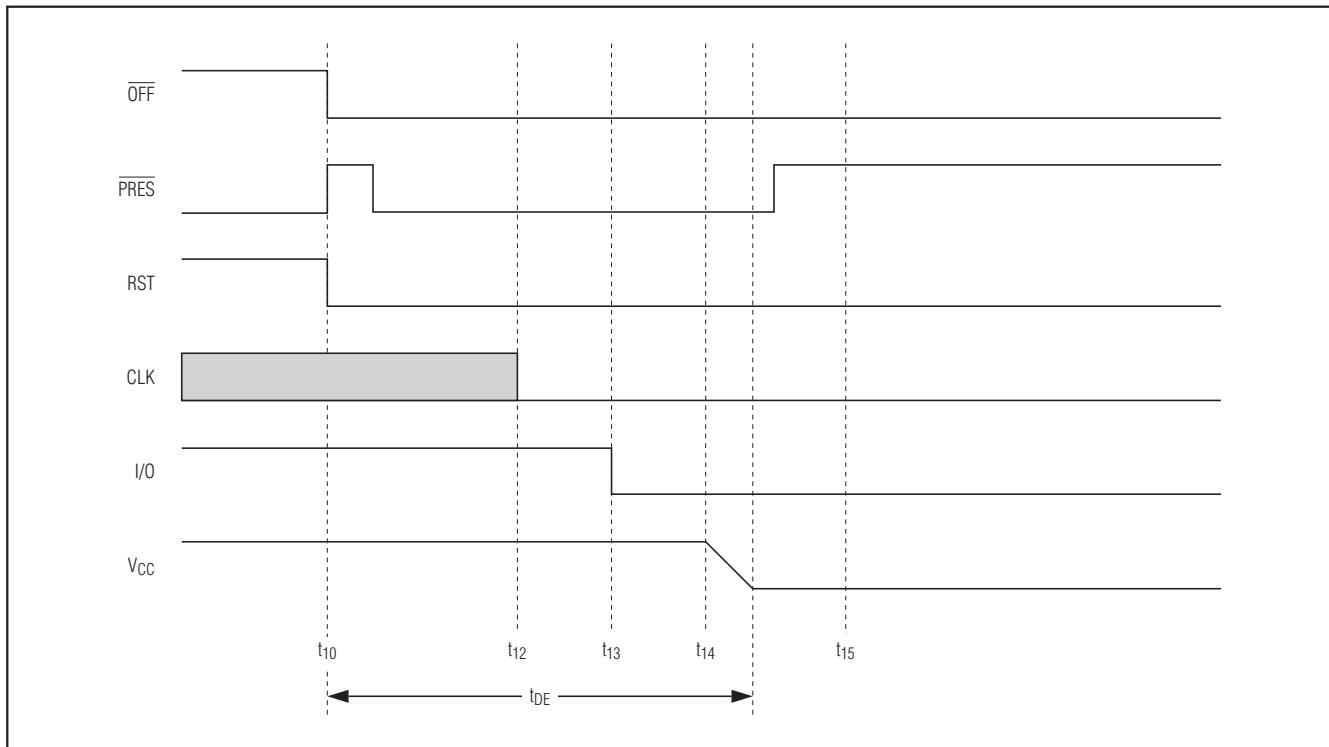
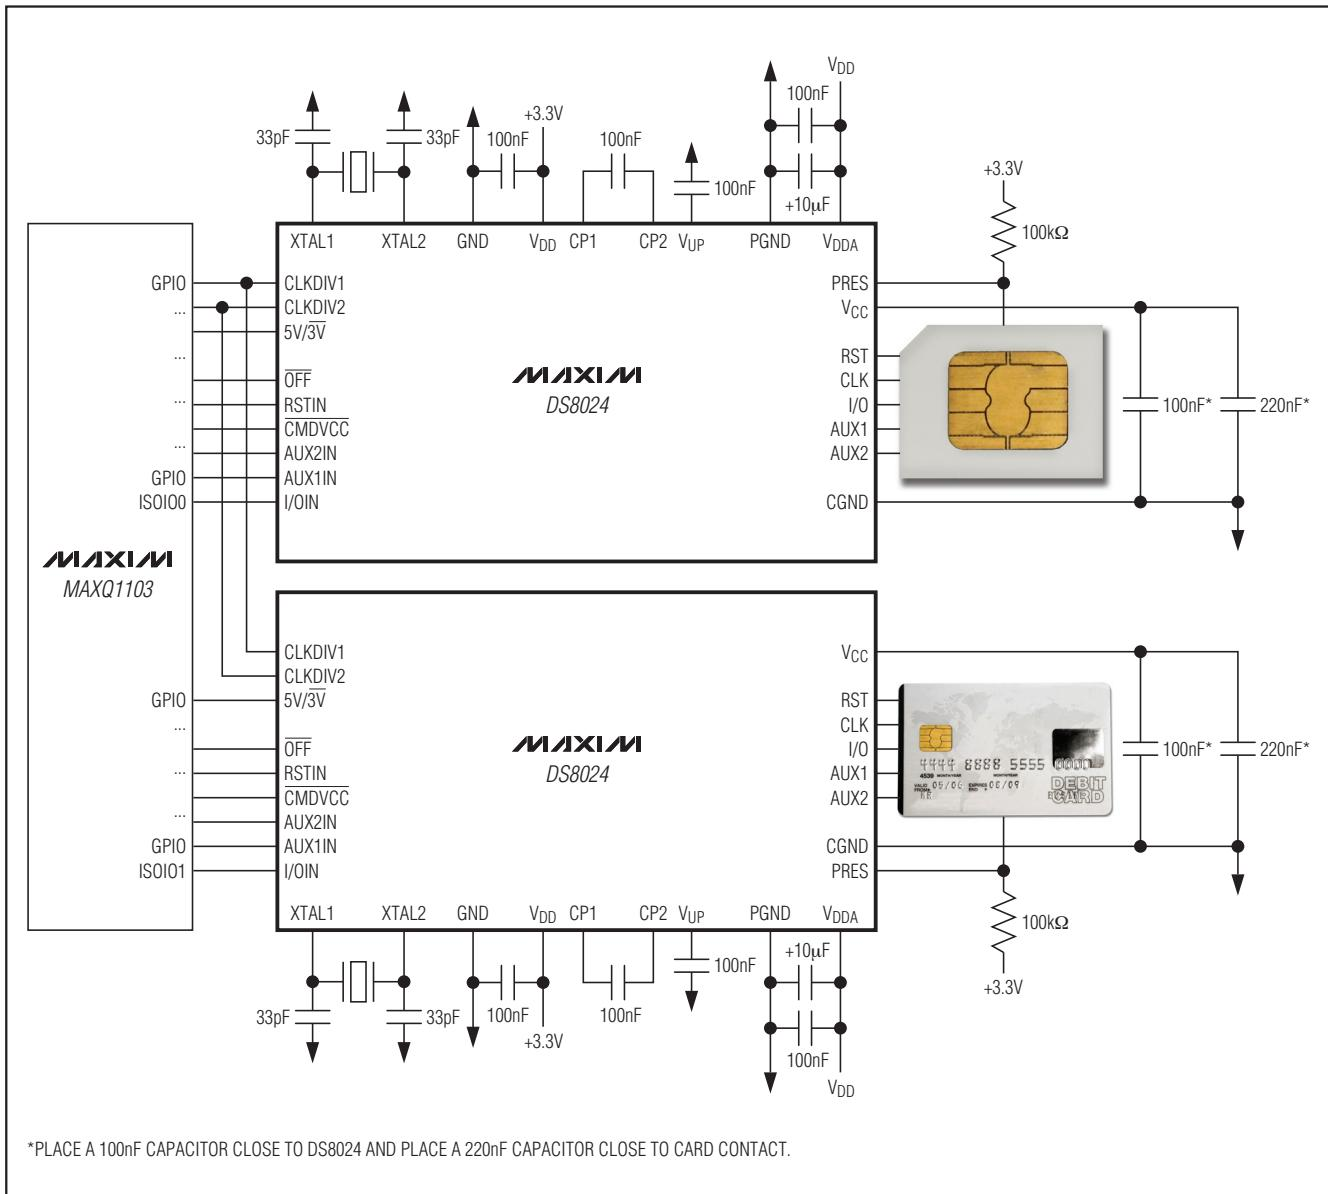

图7. 紧急去激活时序(拔出卡)
图8. 典型应用原理图
DS8024晶振在器件上电时开始运行。如果使用晶振或XTAL1上的时钟脉冲是稳定的，时钟脉冲在t₄时间作用于卡上(如图7和图8所示)。如果XTAL1上的信号由主机微控制器控制，系统微控制器发送时钟时，时钟脉冲将作用到卡上(激活过程完成后)。
- 卡会话期间($\overline{\text{CMDVCC}}$ 为低电平)。检测到故障状态时，输出 $\overline{\text{OFF}}$ 为低电平，将自动执行紧急去激活时序(图7)。当系统控制器将 $\overline{\text{CMDVCC}}$ 复位至高电平时，完成去激活过程后会再次检测 $\overline{\text{OFF}}$ 电平。由此区别卡拔出和硬件问题(如果有卡， $\overline{\text{OFF}}$ 再次变为高电平)。根据连接器的卡检测开关(常闭或常开状态)以及开关的机械特性，在卡插入或拔出时，PRES信号会出现抖动。